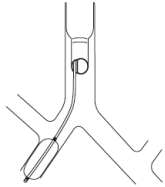

Abb. 10
4. Bei einem Patienten mit dem Oberlappen der rechten Lunge, der sich sehr nahe an der Trachealgabelung befindet, kann eine Blockade der Mittel- und Unterlappen der rechten Lunge anstelle der gesamten rechten Lunge durch Platzierung des Blockers im Zwischenbronchus erreicht werden (Abb. 10).